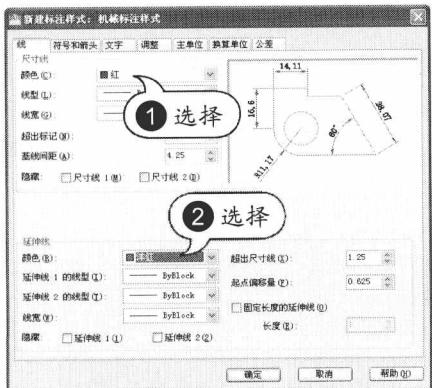

图 1-23 设置尺寸线和延伸线
**STEP 03** 设置尺寸线和延伸线。在“线”选项卡中设置尺寸线和延伸线的颜色，如图 1-23 所示。